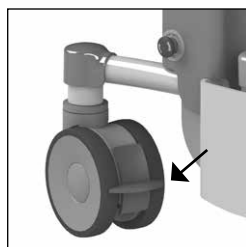

Figure 2 Blocage directionnel.
- La chaise Tango XXL peut être freinée en enfonçant du pied la languette grise de la roue (Cf. figure 2).